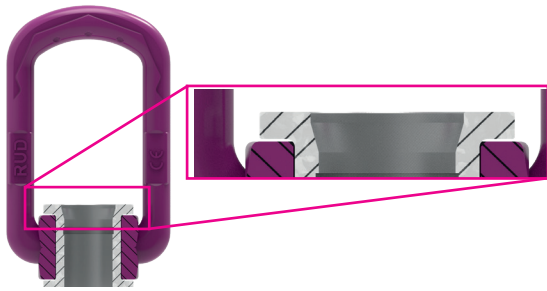

Fig. 9: sección de corte VLBG-PLUS. En el casquillo superior se puede observar el chaflán de inserción
1. Coloque el tornillo en el casquillo con chaflán de inserción (véase fig. 9).